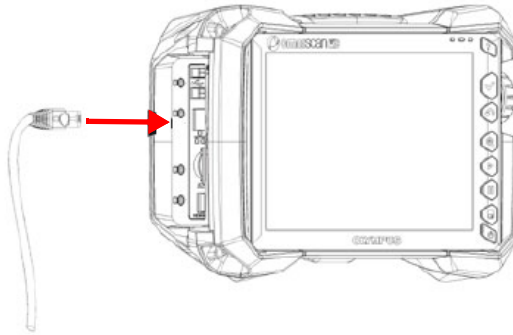

Abbildung 2-10 Verbinden des Kabels mit dem Anschluss
2. Verbinden Sie das Ethernet-, USB- und/oder HDMI-Verlängerungskabel mit dem entsprechenden Anschluss (Abbildung 2-10 auf Seite 39).